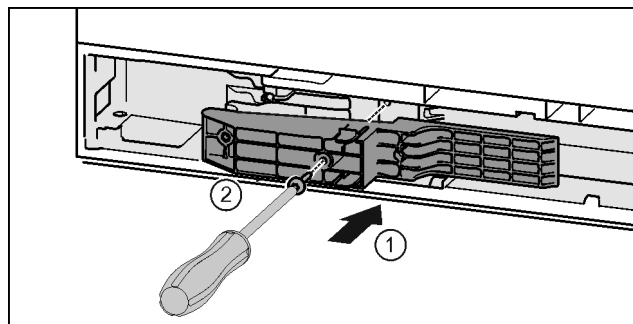

Fig. 45 *
- ▶ Adapterstück auf der Griffseite in die Ausparung einsetzen. Fig. 45 (1)*
- ▶ Schrauben mit Schraubendreher T15 festschrauben. Fig. 45 (2)*